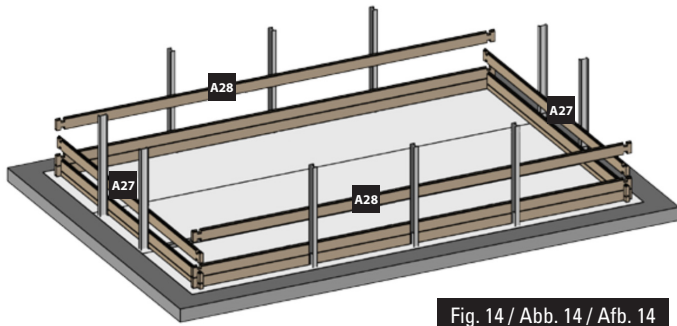

Fig. 14 / Abb. 14 / Afb. 14
- EN 3rd LAYER OF BOARDS:** Install the third layer of boards as shown in figure 14. The position of the refilling fitting with the key and the skimmer should be defined at the start of the assembly (read the specific paragraphs).
- FR 3^{ÈME} RANGÉE MADRIERS :** Positionnez les madriers de la 3^{ème} rangée conformément à la figure 14. Vous devez avoir déterminé l'emplacement de la buse de refoulement et du skimmer dès le début du montage (voir paragraphes spécifiques).
- DE 3. BRETTREIHE:** Platzieren Sie die Bretter der dritten Reihe laut Abb. 14. Zu Beginn der Montage müssen Sie die Lage des Druckventils und des Skimmers festlegen (lesen Sie hierzu die entsprechenden Abschnitte).
- NL 3ª RIJ PLANKEN:** Plaats de planken van de derde rij zoals te zien is op afbeelding 14. U moet al bij aanvang van de montage bepalen op welke plaats het uitstroombondstuk en de skimmer moet komen (less de betreffende paragrafen).